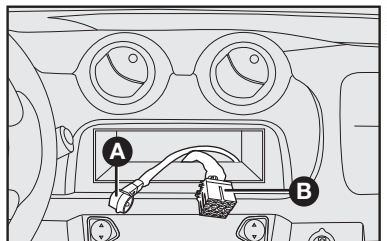

fig. 98
- Cable y conexión para la alimentación de la radio **B-fig. 98.**
- Cables y conexión para la antena de techo **A-fig. 98.**
- Cable y conexión de los altoparlantes e tweeters **B-fig. 98.**
- Cable para tweeter y altoparlantes delantero y trasero **B-fig. 98.**